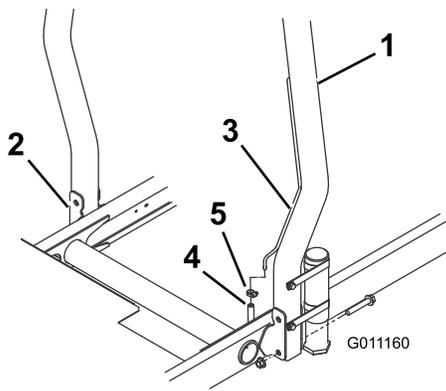

图 12
1. 将翻车保护杆放低到主机安装架上对齐安装孔。确保翻车保护杆上的排气管位于机器的左侧 (图 12)。
2. 用 2 个凸缘头螺栓和锁紧螺母将翻车保护杆的两侧固定到安装架上图 12。上紧紧固件扭矩至 81N·m。